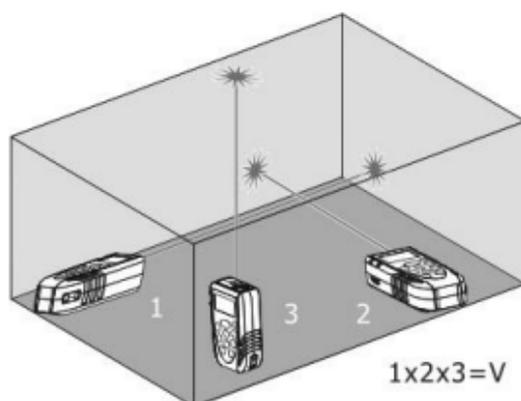

Fig. 6: Esempio di misura di Volume
3. Premere il tasto  per eseguire la prima misura (lunghezza) della superficie (vedere Fig. 6). Il valore corrispondente è inserito nel primo display parziale. Il simbolo "" è mostrato con lato "1" lampeggiante
4. Premere nuovamente il tasto  per eseguire la seconda misura (larghezza) della superficie (vedere Fig. 6). Il valore corrispondente è inserito nel secondo display parziale. Il valore dell'area corrispondente è mostrato nel display risultante. Il simbolo "" è mostrato con lato "2" lampeggiante
5. Premere ancora il tasto  per eseguire la terza misura (altezza) (vedere Fig. 6). Il valore totale del volume è mostrato nel display risultante display principale